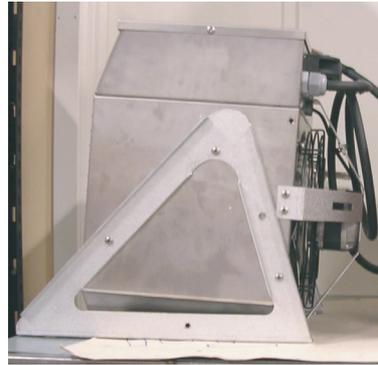

Fig. 6
6. Monter les consoles à l'aérotherme selon la fig. 6 page 3.